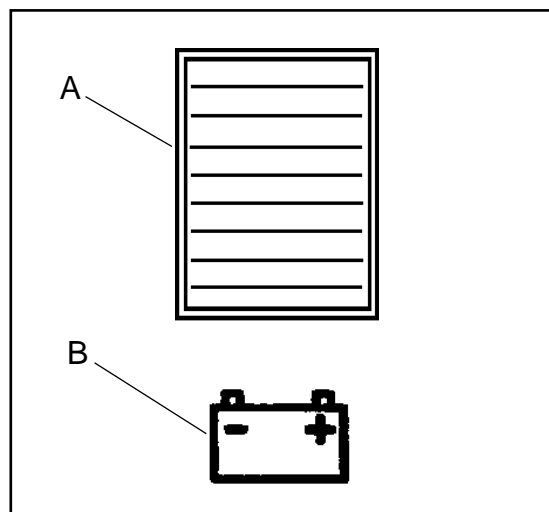

Figura 7
El medidor de carga de la batería (consulte la figura 7) del panel de control tiene una lectura digital con 10 posiciones fijas (A) y además un indicador parpadeante (B). Las barras que aparecen en la pantalla indican el nivel de carga aproximado con el icono (parpadeante) de batería descargada.